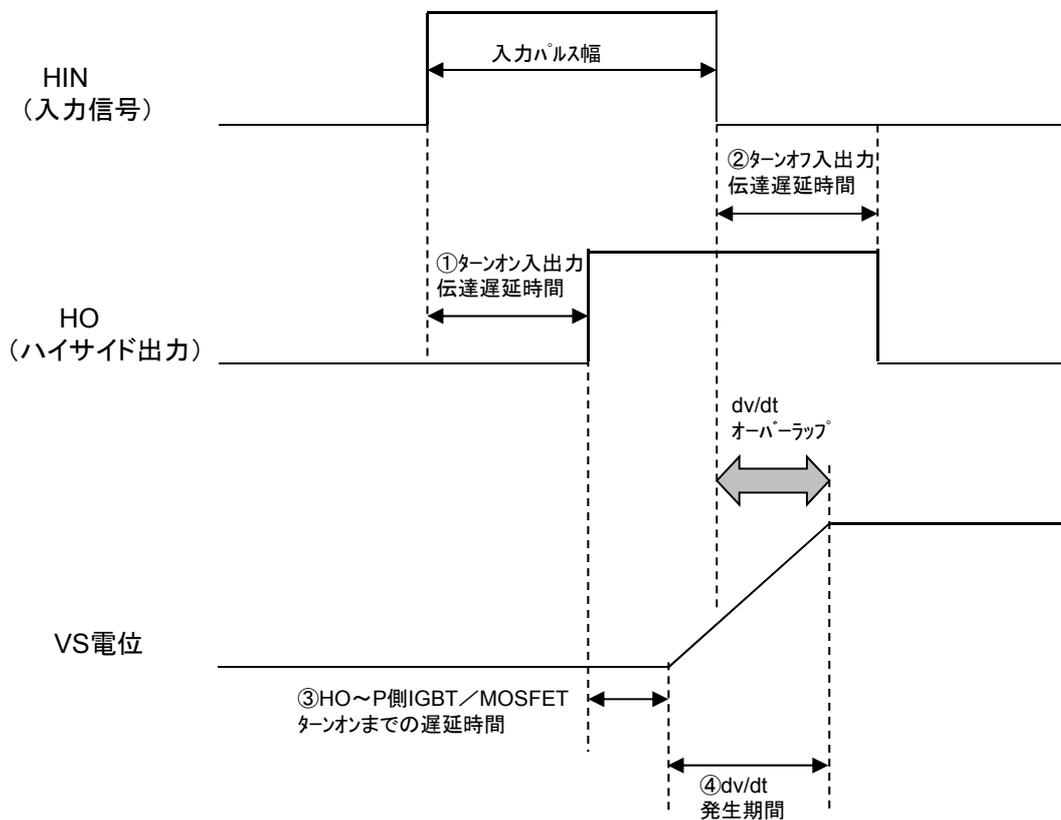

図17 狭パルス入力による誤動作タイミングチャート
ハイサイド回路において、極端に短いパルス信号 (狭幅パルス) が入力された時、ターンオフ入出力伝達遅延時間 (図17②) と、VS電位が急峻に上昇するdv/dt発生期間 (図17④) がオーバーラップする場合があります。このとき、dv/dtによる誤動作を防止するためのロジックフィルタ回路により、オフ信号が不伝達となる場合がありますので、十分に長い入力パルス幅に設定してください。